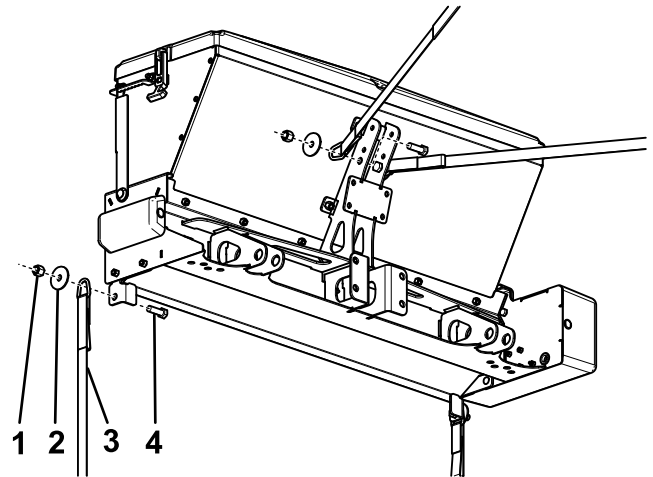

Figura 10
1. Conecte las correas con carraca al esparcidor con 4 pernos (1/2" x 1 1/2"), arandelas (1/2") y contratuercas (1/2"), como se muestra en la Figura 10.